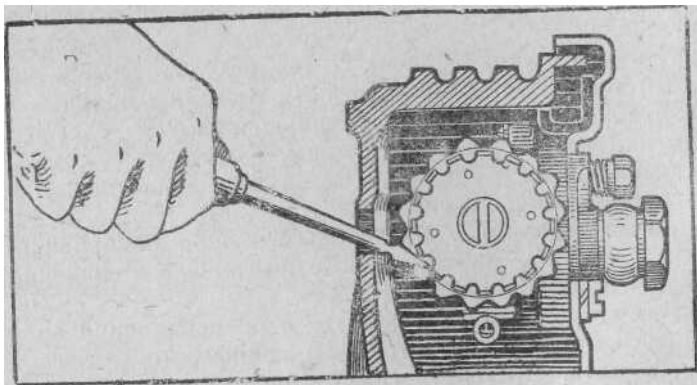

Рис. 19—Регулировка зазоров между колодками и тормозными барабанами
3. Вращать отверткой гайку переднего (по ходу) колпака цилиндра тормоза вниз (для левых колес автомобиля) или вверх (для правых колес автомобиля) до тех пор, пока при вращении колеса вперед передняя тормозная колодка не прижмется к барабану. При этом, благодаря шарнирной подвеске на звеньях, колодка автоматически центрируется. Отвертка вводится в окно в тормозном барабане, как показано на рис. 19.